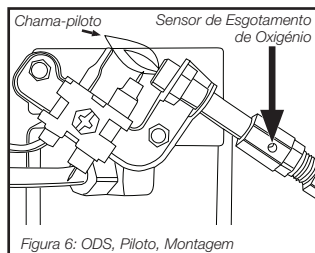

Figura 6: ODS, Piloto, Montagem
Inspeccione visualmente a chama piloto e o queimador periodicamente durante a utilização. A chama piloto deve ser de cor azul (não amarela) e se estenderá até o termopar. A chama irá cercar o termopar logo abaixo da ponta, ver a Figura 6. Uma ligeira chama amarela pode ocorrer quando a chama piloto e a chama principal do queimador se encontrarem. O queimador deve ficar laranja brilhante (com uma leve cor azul ao redor da borda, uma névoa vermelho-laranja que é visível sobre a parte superior cerâmica é aceitável) e sem uma chama perceptível. Uma chama azul se ficar para fora na parte superior cerâmica indica um acúmulo de poeira, fiapos ou teias de aranha dentro do conjunto do recipiente e do conjunto do queimador principal. Se a chama piloto estiver amarela ou o queimador tem uma chama perceptível, um limpeza pode ser necessária. Use o seguinte procedimento para inspecionar o conjunto da caixa e conjunto do queimador principal. É necessário verificar periodicamente o orifício do queimador e o tubo do queimador Venturi para se certificar de que eles estão livres ninhos de insetos e teias de aranha que podem se acumular ao longo do tempo. Um tubo obstruído pode conduzir a um incêndio.
8. Inspeccione e limpe o piloto (montado no suporte) por meio de um vácuo ou fornecimento de pressão de ar através dos orifícios no piloto indicado pelas setas na Figura 6. AVISO: Nunca use agulhas, fios ou objectos cilíndricos similares para limpar o piloto para evitar danificar o orifício calibrado que controla o fluxo de gás.